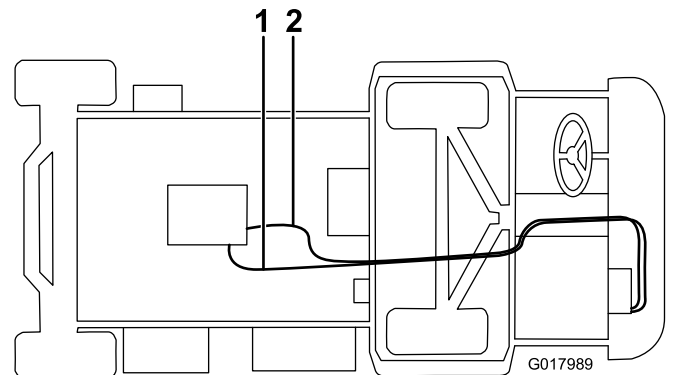

図 18
5. ホースクランプを使ってヒーターバルブに長いホースを接続し、このホースを車体下部からアクスルの上を通し、ストレートフィッティングまで引き込む 図 18。ホースの長さが余っている場合は切断する。
6. ホースクランプを使って、短いホースを補給口へ接続し、このホースをヒーターブラケットのRクランプに通し、下ラジエーターホースの字フィッティングにクランプで固定する 図 18。ホースの長さが余っている場合は切断する。